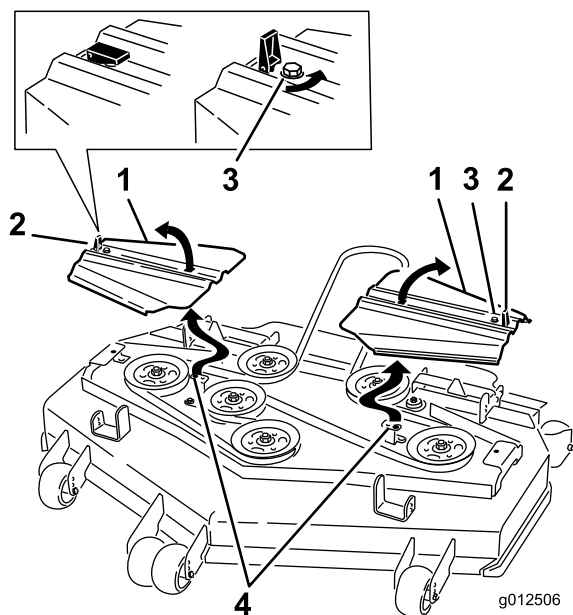

Figura 87
14. Montate i copricinghia inserendo le linguette nelle fessure. Montate il coperchio e chiudete i fermi (Figura 87).